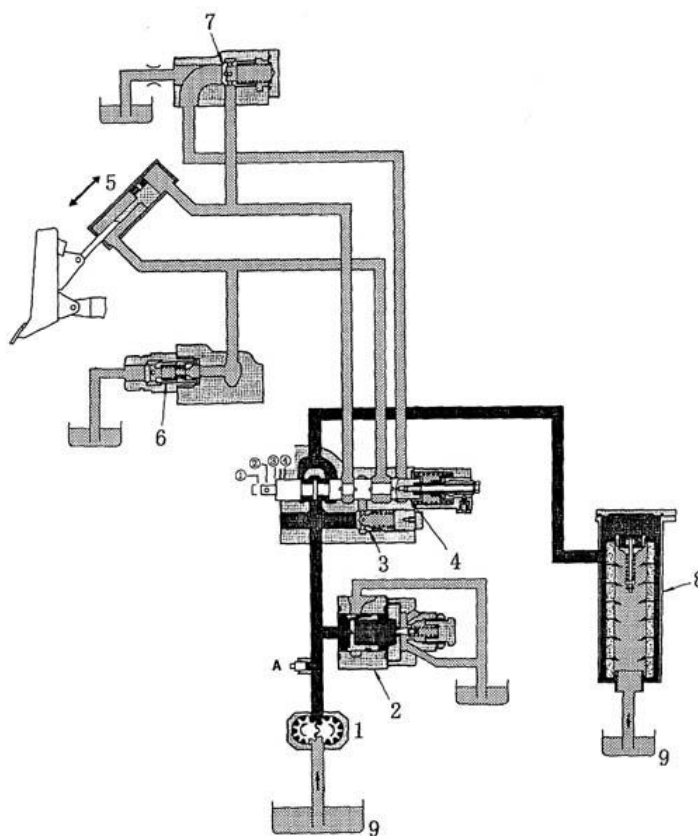

Рис. 5-51 Схема рабочего гидравлического оборудования бульдозера с поворотным отвалом (SD16, SD16E)
(2) Принцип работы рабочего оборудования (Рис. 5-51, 5-53, 5-55, 5-57)